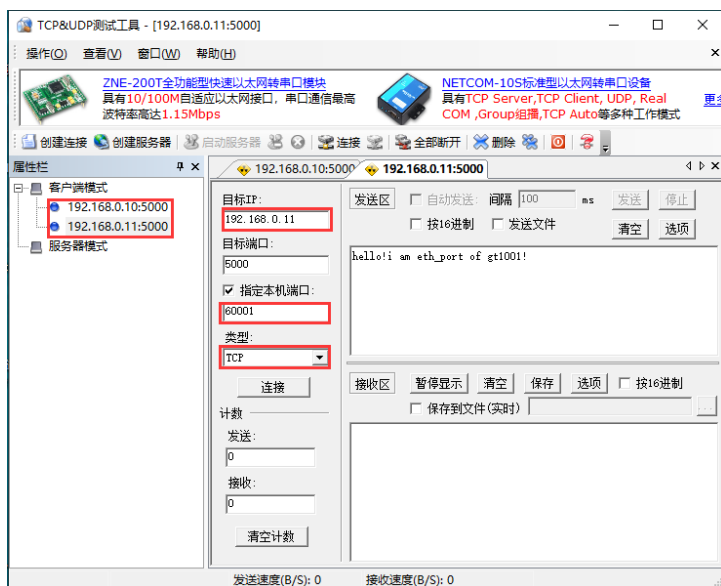

图 6-20 多服务器、单串口设置界面
(5) 电脑作为客户端，可与多个 TCP 服务器模块建立连接，软件设置如图 6-20 所示。